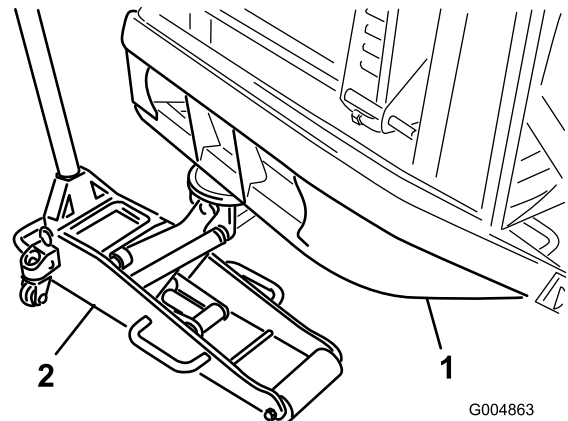

Figura 1
- Collocate un martinetto adatto allo scopo sotto il tubo del paraurti posteriore e sollevate le ruote posteriori dal suolo (Figura 1).